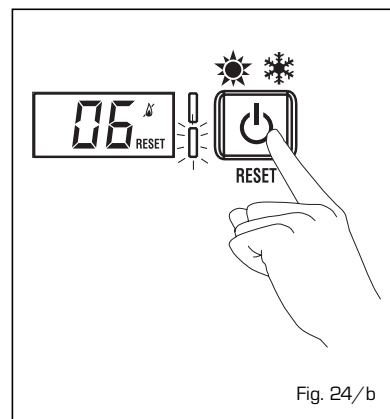

Fig. 24/b
- ANOMALIA FUNZIONE TERMOSTATO SICUREZZA "AL 07" (fig. 24/c)